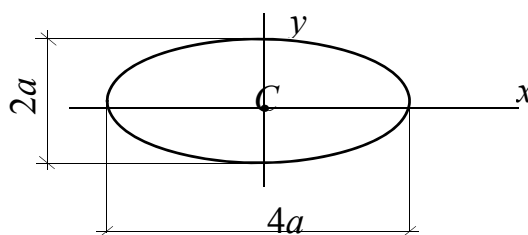

Рис. 5
31. Относительно какой оси момент инерции в эллипсе (рис. 5) будет максимальным, а относительно какой – минимальным, и почему?